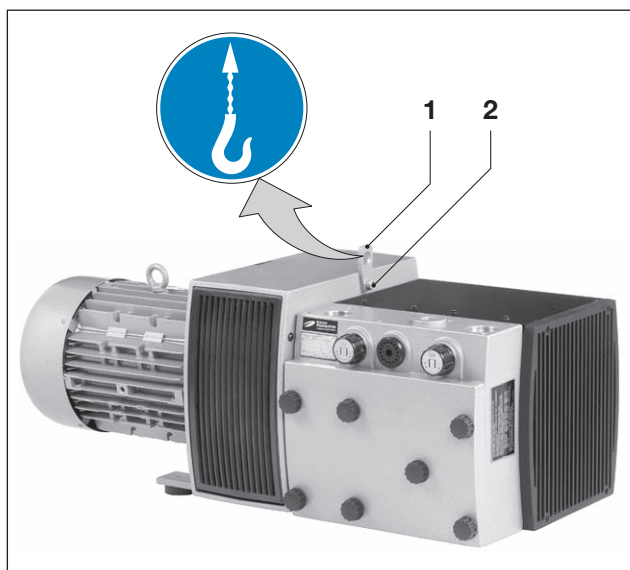

Fig. 1 Levage et transport
- a) Serrer la vis de fixation (fig. 1/2) à la languette de transport (fig. 1/1).